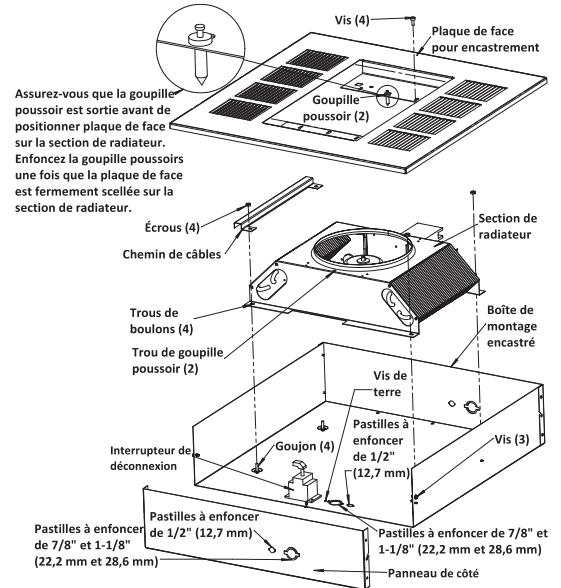

Figure 3
1. Enlevez le boîtier de montage encastré (Figure 3) du carton contenant l'enceinte de montage encastré, de type REA.
2. Enfoncez l'une des pastilles et installez-y un serre-câble ou serre-conduit (Figure 3).
3. Retirez l'une des ouvertures amovibles à proximité de la vis de terre et installez un connecteur de câble ou de conduit (Figure 3)
4. Installez l'interrupteur de coupure optionnel (si nécessaire) comme c'est montré en Figure 3.
8. Positionnez la section de radiateur par-dessus les goujons du boîtier de montage encastré (Figure 3).
9. Poussez la section chauffante sur les goujons et serrez fermement les deux écrous (fournis) sur les goujons pour fixer la moitié de la section chauffante opposée aux fils gainés au boîtier de montage encastré. Poussez la conduite sur les goujons en vous assurant que les fils gainés sont dans la conduite, puis serrez fermement les deux écrous (fournis) sur les goujons pour fixer la conduite et l'autre moitié de l'appareil de chauffage au boîtier de montage encastré (Figure 3).
10. Enlevez la plaque de montage encastré (Figure 3) du carton contenant l'enceinte de montage encastré, de type REA.
REMARQUE : Assurez-vous que la goupille poussoir dans chaque extrémité de la grille de soufflage est tirée en position sortie pour permettre aux corps de goupille de bien entrer dans les trous de la section de radiateur (Figure 3).
13. Installez et serrez bien quatre vis (fournies) pour retenir la plaque de face pour encastrement avec la section de radiateur (Figure 3).